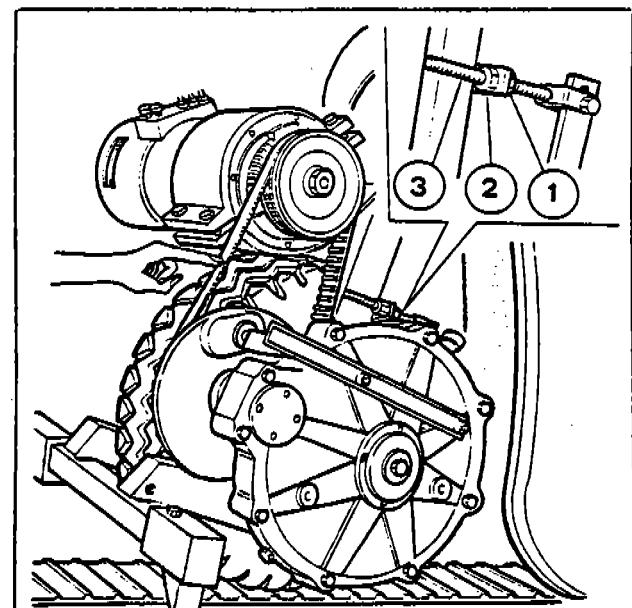

Fig. 49
The right regulation to operate is a 4-lb. pressure on the belt, it will flex about 5/6" - (Fig. 49). To adjust the belt:
La giusta tensione della cinghia si ha quando esercitando una pressione di circa 2 kg. al centro del tratto libero tra le due pulegge, si ottiene una flessione di circa 2 mm (Fig. 49). Se necessario regolarne la tensione come segue:
- 1) Allentare dado e controdado (1-2-Fig. 49).
- 2) Avvitare poi il dado (2-Fig. 49) sul prigioniero (3-Fig. 49) finché si ottiene la giusta tensione della cinghie, bloccare poi con il controdado (1-Fig. 49).
- 1) Sbloccare dado (1-Fig. 49) e svitare il controdado (2-Fig. 49) fino a permettere lo sfilamento della cinghia prima dalla puleggia riduttore e poi dalla puleggia motore.